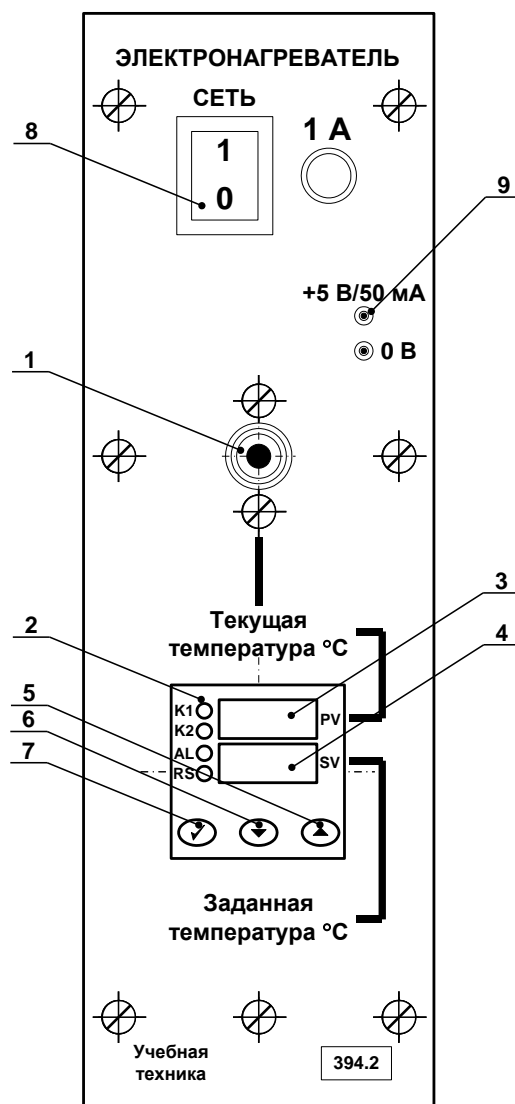

Рис. 1.1. Лицевая панель блока электронагревателя (394.2).
Блок электронагревателя (рис. 1.1) используется для определения температурного коэффициента сопротивления различных материалов. Блок позволяет задать и автоматически поддерживать температуру нагревателя. В блоке установлен маломощный источник +5 В, используемый как дополни-
Слева от индикаторов 3 и 4 (рис.1.1) на лицевой панели регулятора температуры установлены 4 светодиода
1. Нажать одну из кнопок управления 5 или 6 регулятора температуры 2 (рис. 1.1).
3. После установки требуемого значения температуры необходимо однократно нажать кнопку 7 (рис.1.1). Мигание индикатора 4 прекращается. Температура задана.
1. Однократно нажать кнопку 7 (рис.1.1) регулятора температуры. На индикаторе 3 (красный, PV) отобразиться надпись «r-S». На индикаторе 4 (зеленый, SV) текущее состояние регулятора «StoP» (СТОП) или «rUn» (РАБОТА).